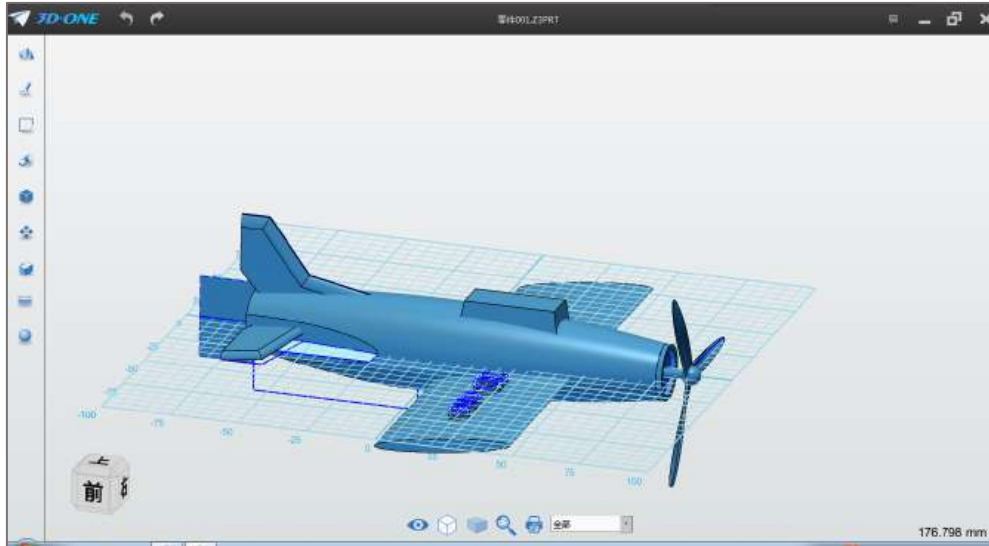

图 5-2
Step 2 点击确定，选择拉伸命令，布尔运算设为基体，拉伸类型选择 1 边，结束点输入 20，拔模角度设为-10，点击确定，完成拉伸操作，如下图 5-2 所示：